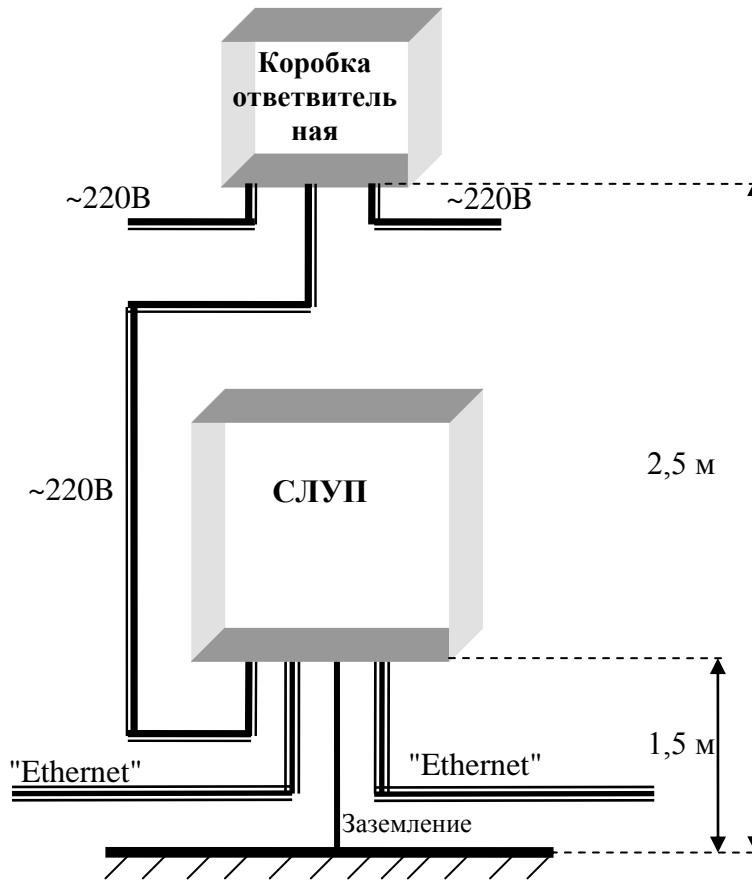

Рисунок 7.2 Установка СЛУП.
7.4.1 Расположите СЛУП в выбранном месте и наметьте место размещения СЛУП на стене на высоте около 1,5 м от поверхности земли для удобства обслуживания (рис.7.2). Над СЛУП может располагаться ответвительная коробка или ответвительные прокалывающие зажимы.